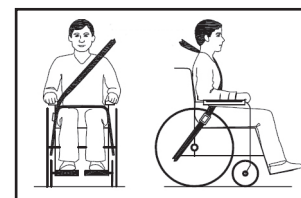

Abbildung 3
- Der Hüftgurt muss auf der Höhe des Übergangs zwischen Hüfte und Becken quer über die Vorderseite des Körpers laufen. Der Gurt sollte dabei richtig am Körper anliegen. Der Obergurt muss dem Benutzer vollständige Unterstützung bieten, wie in Abbildung 3 zu sehen ist.